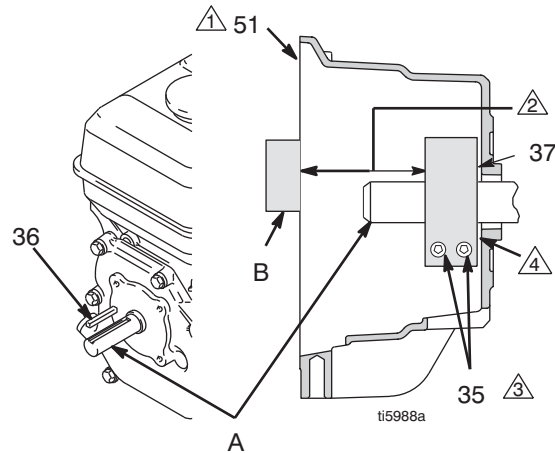

FIG. 9
4. FIG. 9. Desserrer les deux vis (35) de la bride (37).
5. Introduire un tournevis dans la fente de la bride (37) et démonter la bride.
1. FIG. 9 Monter la clavette de l'arbre moteur (36).
2. Tapoter sur la bride (37) pour l'enfiler sur l'arbre moteur (A). Respecter les cotes indiquées en 2. Le chanfrein doit être orienté vers le moteur.
3. Contrôler les cotes: passer une barre d'acier rigide et rectiligne (B) à travers le carter d'embrayage (51). À l'aide d'un instrument de mesure approprié, mesurer l'écartement entre la barre et la surface de la bride. Ajuster la bride si nécessaire. Serrer les deux vis (35) à 125 ± 10 in-lb (14 ± 1.1 N·m).